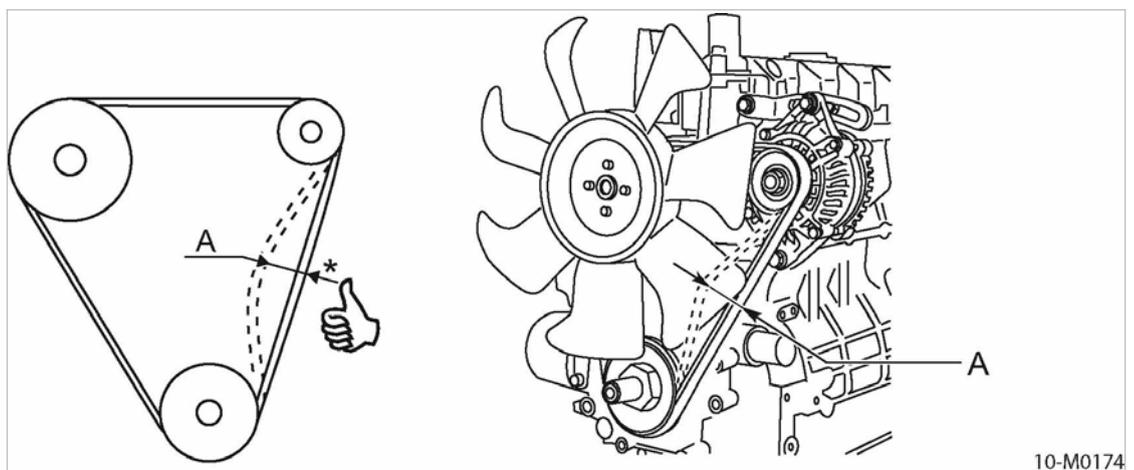

Fig. 36 Comprobación de la tensión de la correa mediante mano
6. Compruebe la tensión de la correa (consulte la Fig. 36). Tensión de la correa demasiado baja: tensión de nuevo.